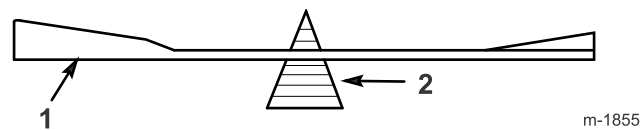

Figure 41
- Vérifiez l'équilibre de chaque lame en la plaçant sur un équilibreur (Figure 41). Si la lame reste horizontale, elle est équilibrée et peut être utilisée. Si la lame est déséquilibrée, limer un peu le dos de la lame. Répétez la procédure jusqu'à ce que toutes les lames soient équilibrées.